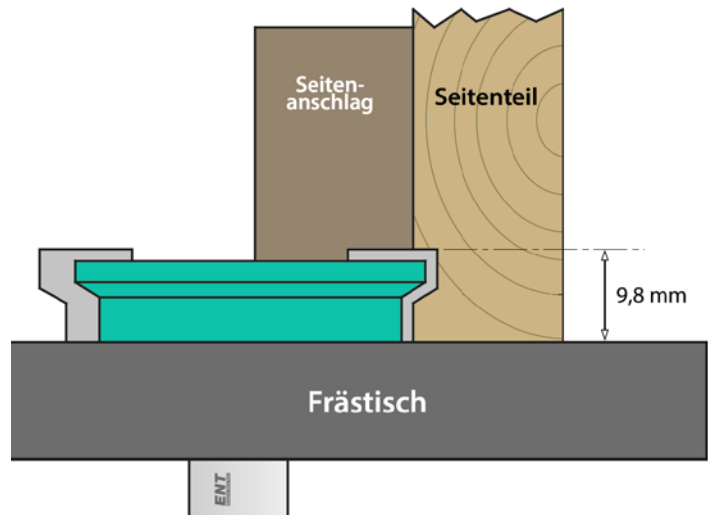

Abbildung 3: Seitenteil fräsen
- Schlagen Sie das Seitenteil hochkant an. Die Werkstückinnenseite zeigt zum Seitenanschlag und die Stirnseite zum Frästisch (Abb. 3). So erhalten Sie beim Zusammenbau einen Winkel von exakt 90°.